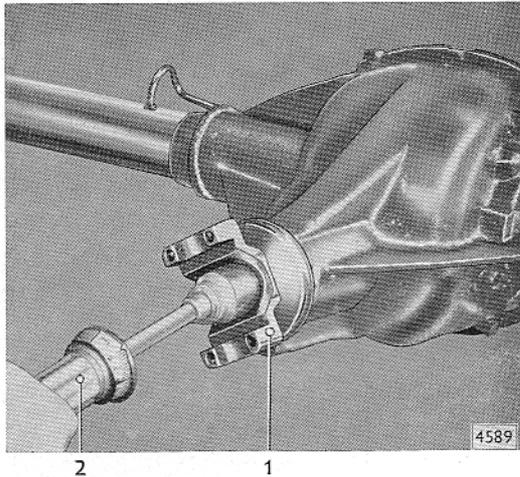

Bild D 10 - Lagervorspannung des Hinterachsgetriebes messen
Torsiometer messen und **Meßwert notieren** (Bild D 10).
5. Torsiometer mit der Einteilung 0–50 kpcm an Flanschmutter ansetzen und Antriebskegelrad zur Überprüfung der Freigängigkeit zwei oder drei Umdrehungen drehen. Lagervorspannung des Hinterachsgetriebes durch Drehen des Antriebskegelrades mit Torsiometer messen und **Meßwert notieren** (Bild D 10).